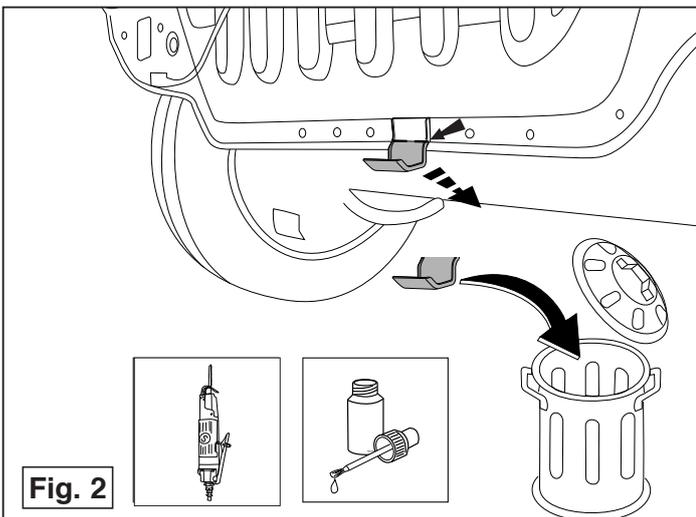

Fig. 2
5. Remove the metal fixing profile as shown in figure 2.
5. Déposer le profilé de fixation métallique indiqué à la figure 2.
4. Das in Abbildung 2 dargestellte Metallbefestigungsprofil entfernen.
- 5. Das in Abbildung 2 dargestellte Metallbefestigungsprofil entfernen.